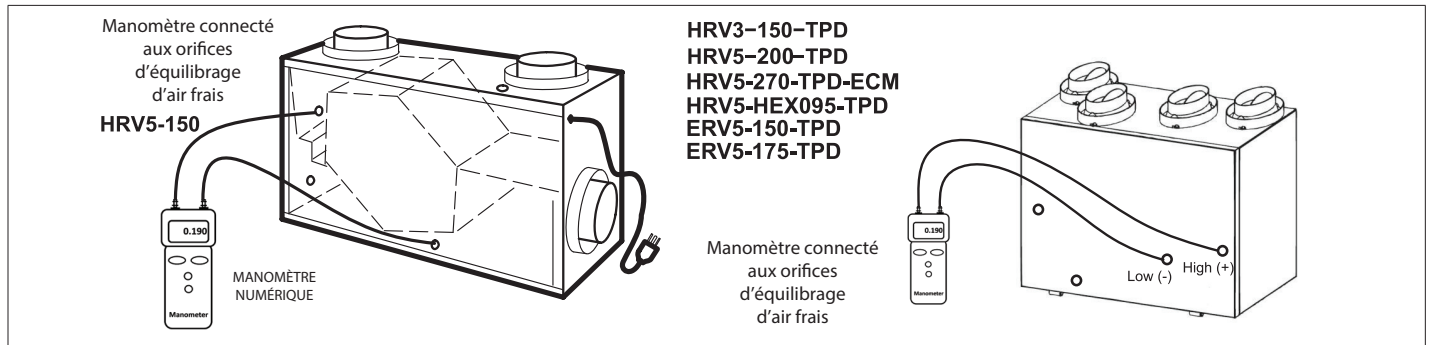

Figure 50. Orifices d'équilibrage - Air frais
6. Mesure de l'air frais. Insérer les deux raccords en caoutchouc du manomètre dans les orifices d'équilibrage d'air frais (voir Figure 50 à la page 40). Étanchéifier les orifices d'équilibrage d'air vicié (en haut à droite et en bas à gauche) avec du ruban adhésif. Noter la valeur.